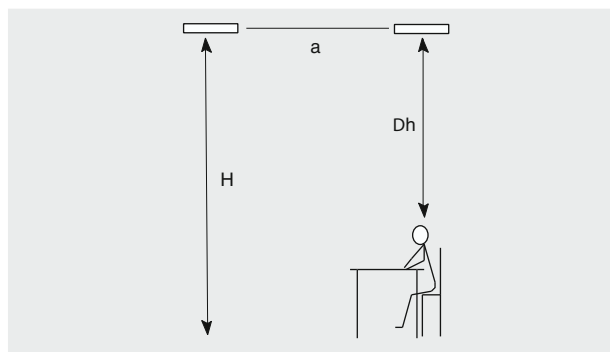

Abb. 1: Vertikale Ausrichtung.
Bei der Planung der Elztrip-Installation sollte man beachten, dass der Abstand zwischen den Wärmestrahlern nicht größer sein darf als der Abstand zwischen Wärmestrahler und Fußboden, d.h. (a) sollte kleiner sein als (H), siehe Abb. 1. In Räumen, die nicht regelmäßig benutzt werden, kann der Abstand vergrößert werden. In regelmäßig benutzten Räumen sollte der Abstand zwischen einer sitzenden Person und dem Wärmestrahler mindestens 1,5 bis 2 Meter (Δh) betragen. Wenn man diese beiden Richtlinien befolgt, wird die maximale Temperaturdifferenz im Betrieb nicht den Komfort beeinträchtigen, $\Delta t_{top} = 5 \text{ }^\circ\text{C}$. Das bedeutet, dass der Unterschied zwischen der tatsächlichen Temperatur und der gefühlten Temperatur nicht mehr als $5 \text{ }^\circ\text{C}$ beträgt.